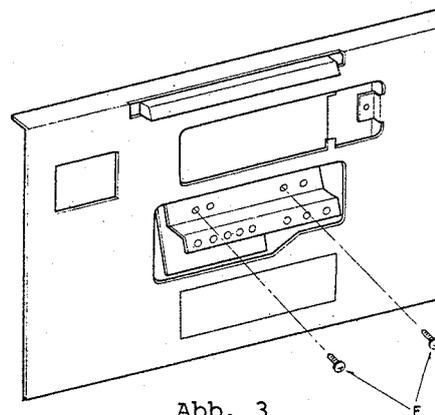

Abb. 3
- 9) Entfernen Sie zwei Befestigungsschrauben (in Abb. 3 mit F gekennzeichnet) und nehmen Sie die LED-Einheit von der Vorderchassis heraus.